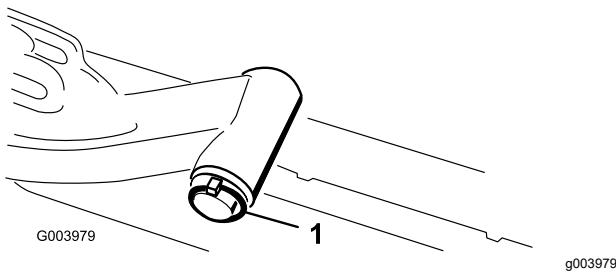

Рисунок 11
- A. Снимите шплинт и шайбу, которые крепят ось поворота подъемного рычага к подъемному рычагу, и снимите ось поворота с подъемного рычага (Рисунок 11).
- C. Вставьте ось поворота подъемного рычага в подъемный рычаг и зафиксируйте шайбой и шплинтом (Рисунок 11).